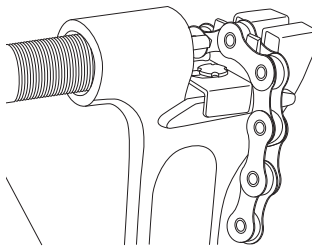

図4
- 切断するリンクを、インナー・リンクが端になるように、工具（図4）にセットします：